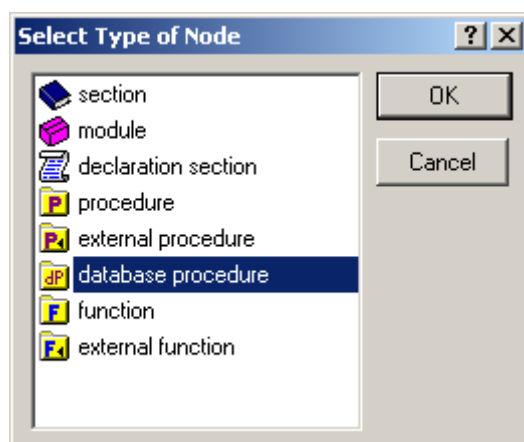

图8.6: “Select Type of Node”（选择节点类型）对话框
- 从“Select Type of Node”（选择节点类型）对话框中选择数据库程序（见图8.6），然后按OK按钮